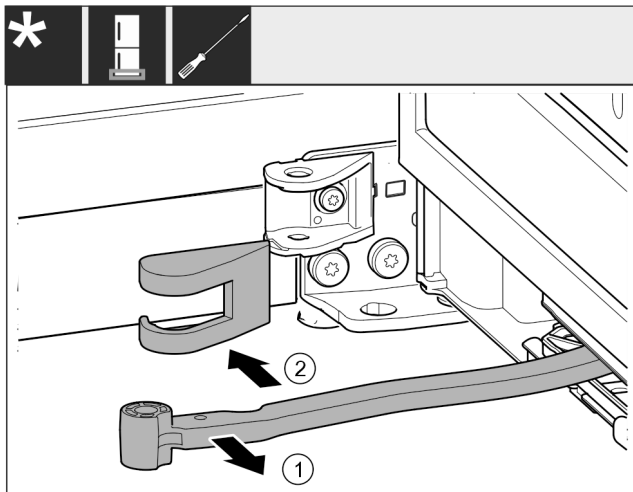

Fig. 20
- Gelenk Fig. 20 (1) in Richtung Tür drehen.
- Lagerbockabdeckung Fig. 20 (2) entfernen.